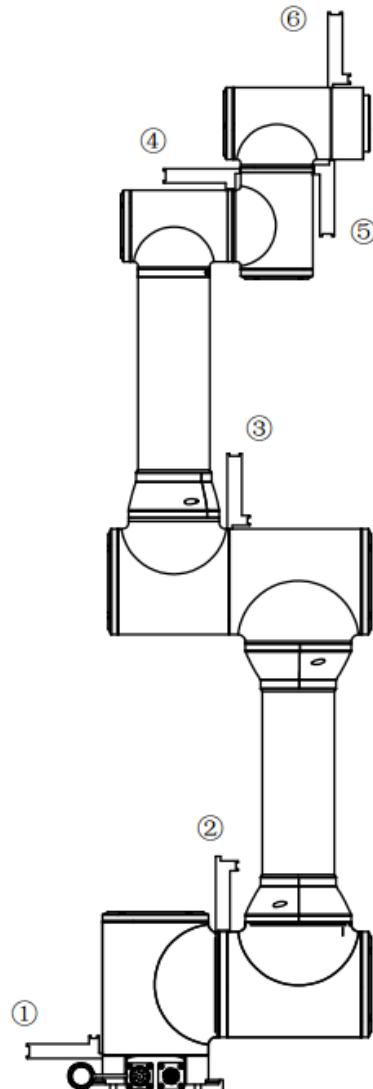

图 3-1 标定块使用
**步骤2** 通过移动机器人各个轴，辅助使用标定块按照图示（图 3-1）顺序将机器人姿态调整为零点姿态。